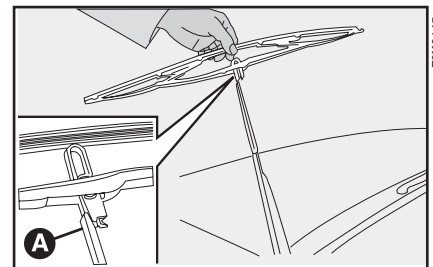

fig. 161
- 1) sollevare il braccio A-fig. 161 del tergicristallo e posizionare la spazzola in modo che formi un angolo di 90° con il braccio stesso;